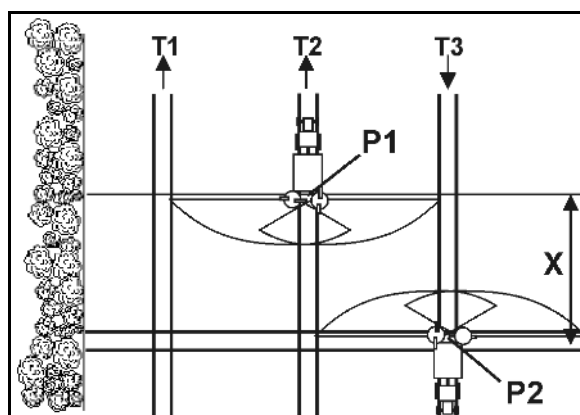

Fig. 45
- Åbn lukkeskyderen efter indkørsel i køresporet på punkt **P1** (Fig. 45) hvis spredeskiverne er fjernet med strækningen X fra køresporet på forageren.
- Luk spjældet, før der køres ud fra køresporet på punkt **P2** (Fig. 45) hvis spredeskiverne befinder sig i samme højde som det første sprøjtespor på forageren.